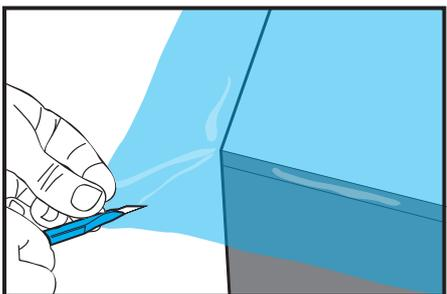

Abbildung 07
- › Schneiden Sie die Folie schräg, von der Tischecke aus beginnend, ein. (Abb. 07)